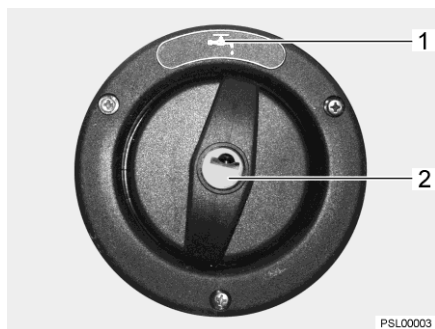
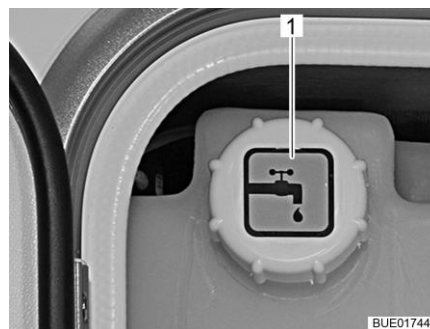

Bild 271 Påfyllningsöppning för dricksvatten i fordonets sidovägg
Bild 272 Påfyllningsöppning för dricksvatten i serviceenhet (alternativ)
Påfyllningsöppningen för dricksvatten är markerad med symbolen "☰" (Bild 271,1 eller Bild 272,1) och är varken monterad i fordonets sidovägg eller i serviceenheten.
- Stick in nyckeln i låscylindern (Bild 271,2) och vrid ett kvarts varv moturs.